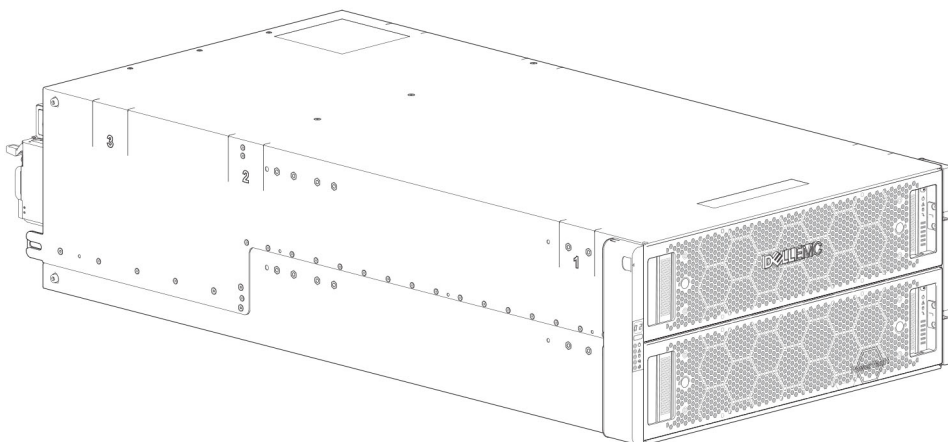
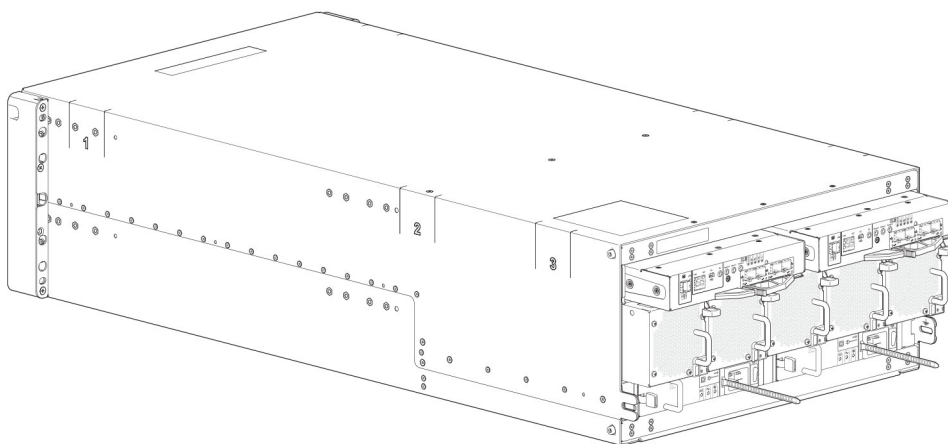

Figure 6. Système de boîtier 5U84 orientation avant
Figure 7. Système de boîtier 5U84 orientation arrière
- Boîtier de contrôleur 5U (espace rack) : voir Figure 6. Système de boîtier 5U84 orientation avant et Figure 7. Système de boîtier 5U84 orientation arrière: peut contenir jusqu'à quatre-vingt-quatre modules de lecteur de disque de 3,5 pouces (1 pouce de haut) en position verticale à l'intérieur du tiroir à disque. Deux tiroirs empilés verticalement contiennent chacun quarante-deux disques. Si utilisés, les disques de 2,5" nécessitent des adaptateurs de 3,5". Ceci est valable pour les boîtiers d'extension supportés.